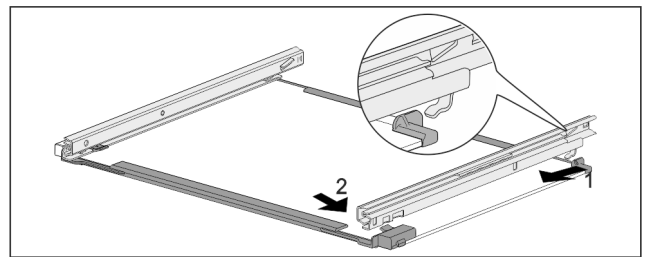

Fig. 234 Glasplatte mit Schienen
- ▶ Schiene hinten einhaken. Fig. 234 (1)
- ▶ Schiene vorne einrasten. Fig. 234 (2)